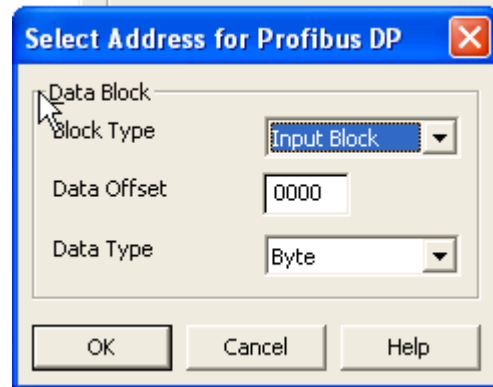

FIG. 65: Välj blocktyp
- Välj den dataoffset som pekar på adressen som läser eller skriver i blocket. Välj datatyp för att läsa eller skriva. Detta definierar hur många byte som accessas i blocket för att ge korrekta data. I detta exempel valde vi **outputblock**, med dataoffset **0** (vilka pekar på 256 i PLC) och som ett **Word**. FIG. 65.